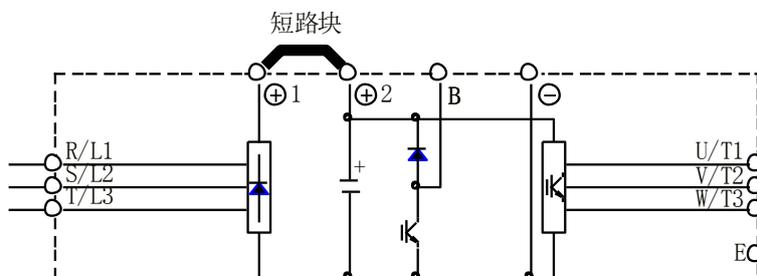

图 4.10 短路块的连接图
- b) 如不使用直流电抗器，请不要取下短路块，否则电梯一体化驱动控制器不能正常工作。短路块的连接见图 4.10。